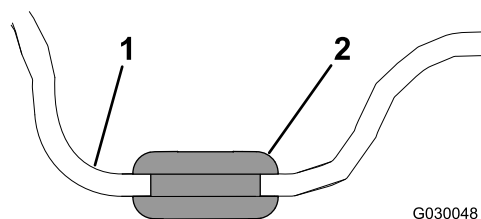

Figura 4
1. Instale un anillo de goma en cada uno de los 4 taladros del toldo (Figura 4).